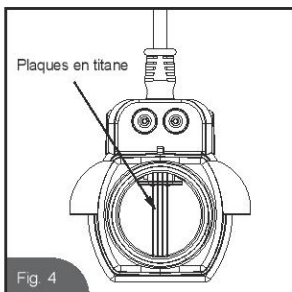

Fig. 4
4. Observez l'intérieur de la cellule électrolytique pour déceler la formation de calcaire (dépôts en forme de paillettes ou de croûtes légèrement colorées). Si c'est le cas, passez à l'étape n° 5, sinon passez à l'étape n° 6 (voir Fig. 4).